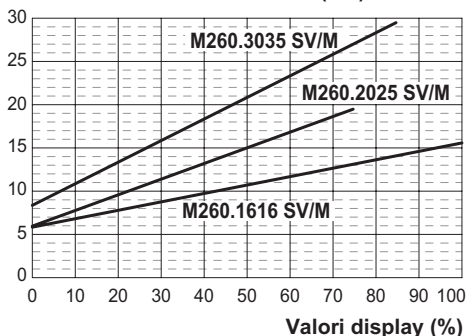
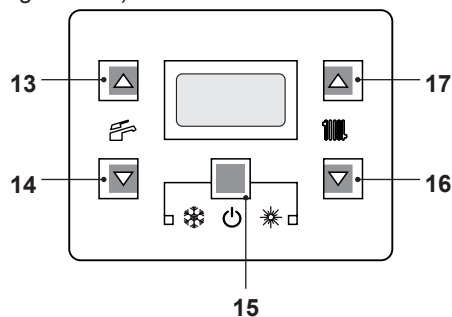
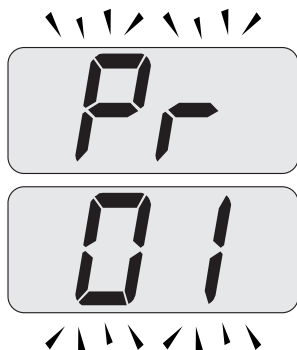

Figura 7.9
Figura 7.13
Figura 7.14
Il grafico in Figura 7.9 rappresenta come varia la potenza utile della caldaia in riscaldamento al variare del valore impostato nella scheda comando.
- Entrare in "modalità programmazione" premendo contemporaneamente per 10 secondi i tasti 15 - 16 - 17 (Figura 7.13) fino a far apparire sul display LCD le lettere **Pr** che si alternano con il codice **01**, indicanti l'entrata nel "parametro 01" (Figura 7.14).
- Premere contemporaneamente i tasti 15 e 17 (Figura 7.13) fino a far apparire sul display LCD il valore del parametro 12 (Figura 7.16) (100=M260.1616 SV/M, 74=M260.2025 SV/M o 84=M260.3035 SV/M).
- Utilizzando i tasti 16 o 17 (Figura 7.13) è possibile modificare il valore del parametro 12 (riferirsi al grafico Figura 7.9 per determinare il valore corretto in funzione della potenza utile di riscaldamento).
- Premendo il tasto 15 (Figura 7.13) si ottiene la conferma del valore inserito.
- Premendo contemporaneamente i tasti 15 e 16 (Figura 7.13) si esce senza modificare il valore (ritorno alla lista parametri Figura 7.15)
- Premendo contemporaneamente per 10 secondi i tasti 15 - 16 - 17 (Figura 7.13) si esce dalla "modalità programmazione".